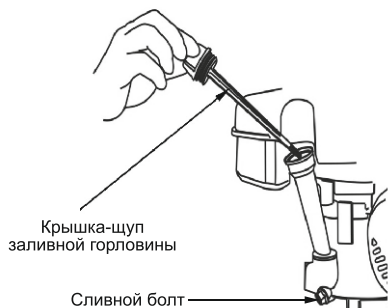

Рис. 13
4. Открутите сливной болт Рис.13 и слейте масло в специальную емкость. Закрутите сливной болт.